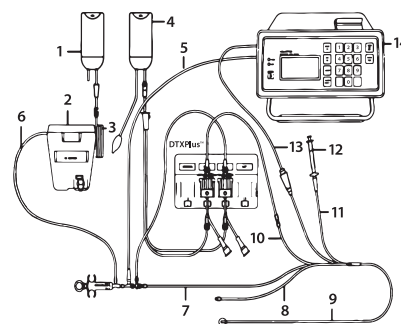

Bild 1. Systeminstallation för slutet krets
19. Anslut in-line-sensorkabeln (modell SP4045 eller annan kompatibel kabel) till injektatsensorhöljet genom att trycka in fjäderenhets i höljet och dra åt (se bild 1).